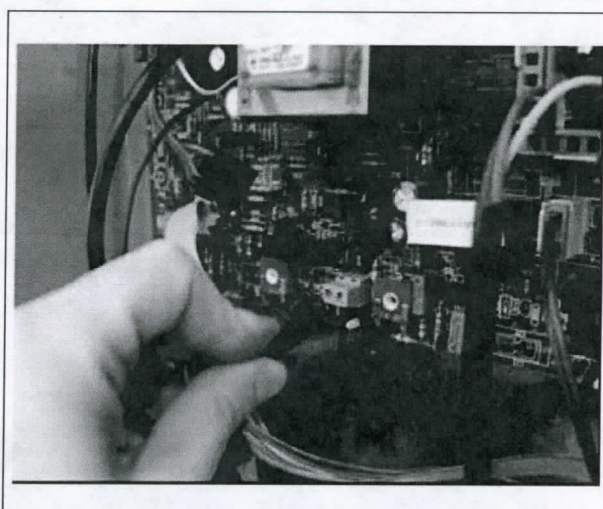

Fig. 2 – Pic. 2
2. Scollegare tutte le connessioni elettriche presenti sulla scheda da rimuovere (**Fig. 2**).